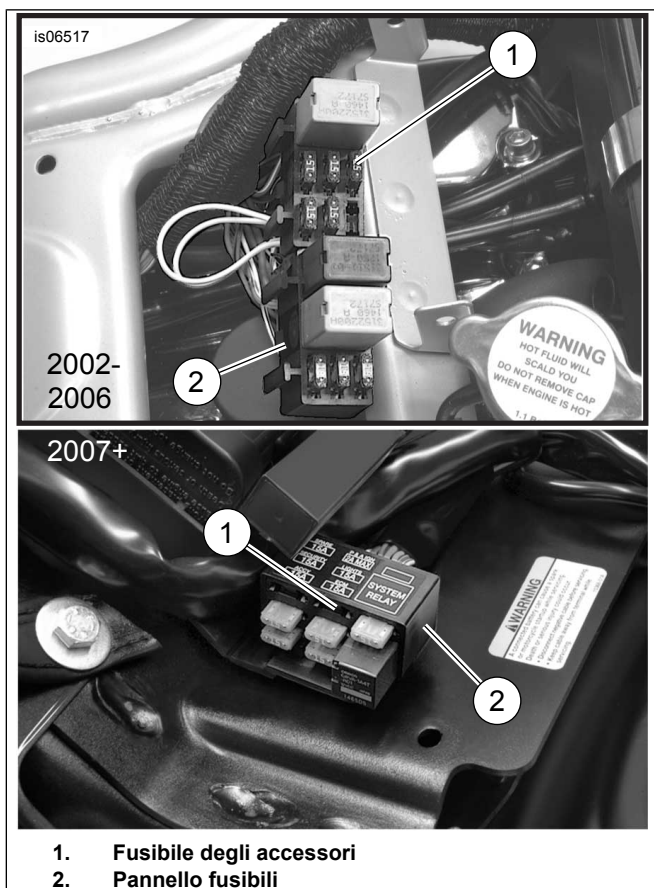

Figura 15. Ubicazione dei fusibili degli accessori (modelli V-Rod)
1. Vedere Figura 15. Aprire, tagliando con cautela, un'area della guaina del cablaggio principale in un punto accessibile vicino al pannello fusibili (2) e tagliare il filo arancione/bianco del cablaggio principale che porta alla cavità dei fusibili (1) contrassegnata da: